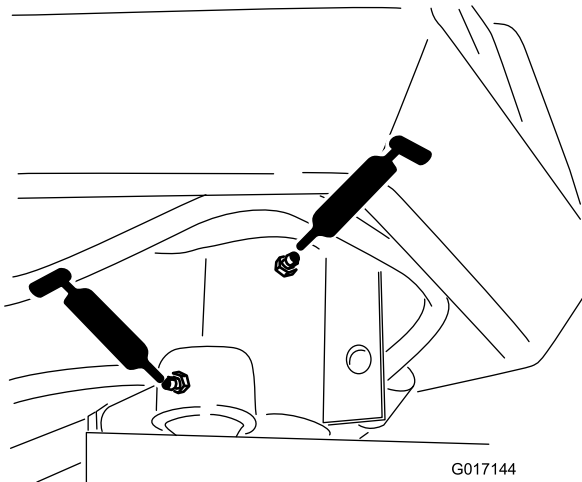

Figure 31
- Axe de fourche de direction (1) (Figure 31)
- Extrémité de tige de vérin de direction (Figure 31)